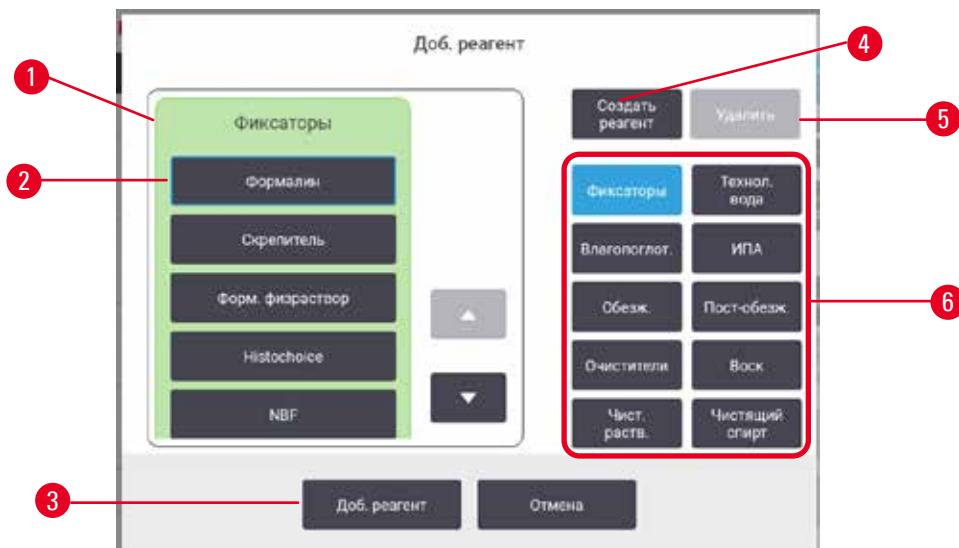

Рис. 69
1. Нажмите Add reagent (Добавить реагент). Появится диалоговое окно (→ Рис. 69) со списком всех типов реагентов, упорядоченных по группе реагентов.
- A. Нажмите **Add reagent** (Добавить реагент). Появится диалоговое окно (→ Рис. 69) со списком всех типов реагентов, упорядоченных по группе реагентов.